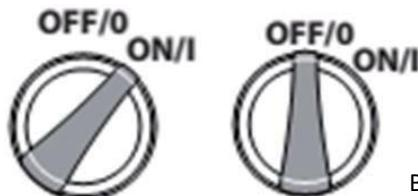

Bild 3
- Ställ huvudströmbrytaren i läge "I" (fig. 3).
- Ställ omkopplaren i läge "O" (bild 3).
- Slå av huvudströmbrytaren (läge "O", bild 3).